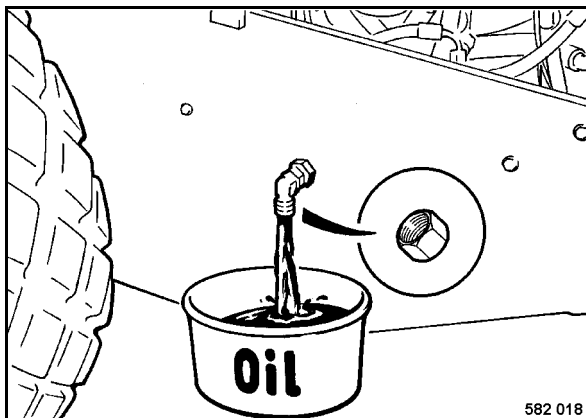

Fig. 137
- Desenroscar el tapón de descarga (Fig. 137) y recoger el aceite saliendo.